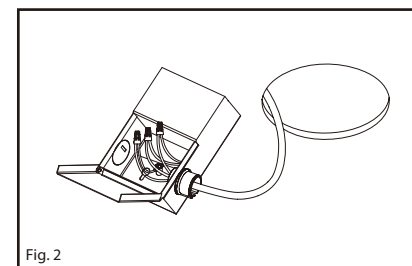

Fig. 2
2. Open the cover of the junction box. Push and remove one of the knockouts on the side panel of the junction box. Install the supply wire strain relief (not included). (Fig. 2)
3. Bring supply power into junction box through the strain relief knockout. Use the wirenuts to connect the white wire from the supply wire with the white wire of the junction box. Match the black wire from the supply wire with the black wire of the junction box. Match the copper wire from the supply wire and with the green wire of the junction box. (Fig. 2)
4. Put all wires and connections back into the junction box and close the cover securely. (Fig. 2)
2. Ouvrez le couvercle de la boîte de jonction. Poussez et retirez l'un des débouchures sur le panneau latéral de la boîte du conducteur. Installez le réducteur de tension du fil d'alimentation (non fourni). (Fig. 2)
3. Amener l'alimentation électrique dans la boîte de dérivation à travers la débouchure du reducteur de tension. Utiliser les marettes pour jumeler le fil blanc du secteur avec le fil blanc de la boîte de jonction. Jumeler le fil noir du secteur avec le fil noir de la boîte de jonction. Jumeler le fil de cuivre du secteur avec le fil vert de la boîte de jonction. (Fig. 2)
4. Remettez tous les fils et connexions dans le Boîte de dérivation et fermez bien le couvercle. (Fig. 2)